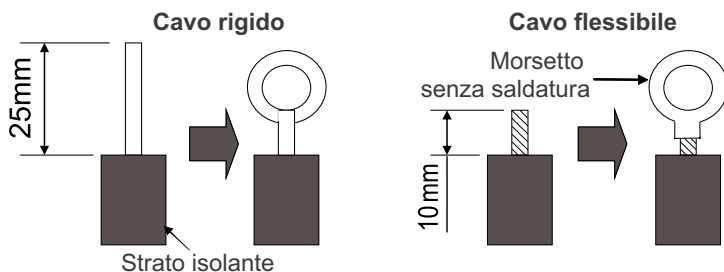

Fig.29
1. Per cavi rigidi (Fig.29)
2. Per cavi flessibili (Fig.29)